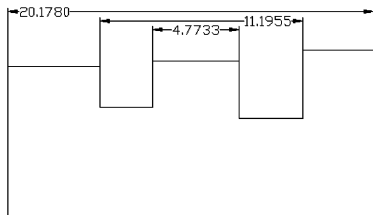
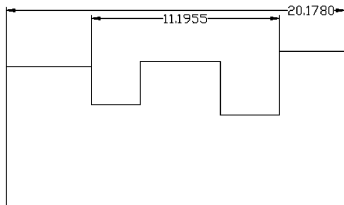

图 9-49 交错尺寸标注
图 9-50 删除标注点
(1) 指定尺寸线位置：直接确定尺寸线的位置，则在该位置按默认的尺寸标注类型标出相应的尺寸。
(2) 连续 (C)：产生一系列连续标注的尺寸。输入“C”，AutoCAD 提示用户选择要进行标注的对象，选择完后按〈Enter〉键，返回上面的提示，给定尺寸线位置，则完成连续尺寸标注。
(3) 并列 (S)：产生一系列交错的尺寸标注，如图 9-49 所示。
(4) 基线 (B)：产生一系列基线标注尺寸。后面的“坐标 (O)”“半径 (R)”和“直径 (D)”选项的含义与此类同。
(5) 基准点 (P)：为基线标注和连续标注指定一个新的基准点。
(6) 编辑 (E)：对多个尺寸标注进行编辑。AutoCAD 允许对已存在的尺寸标注添加或移去尺寸点。选择此选项，AutoCAD 提示：
在此提示下确定要移去的点之后按〈Enter〉键，AutoCAD 对尺寸标注进行更新。图 9-50 所示为图 9-49 删除中间 2 个标注点后的尺寸标注。